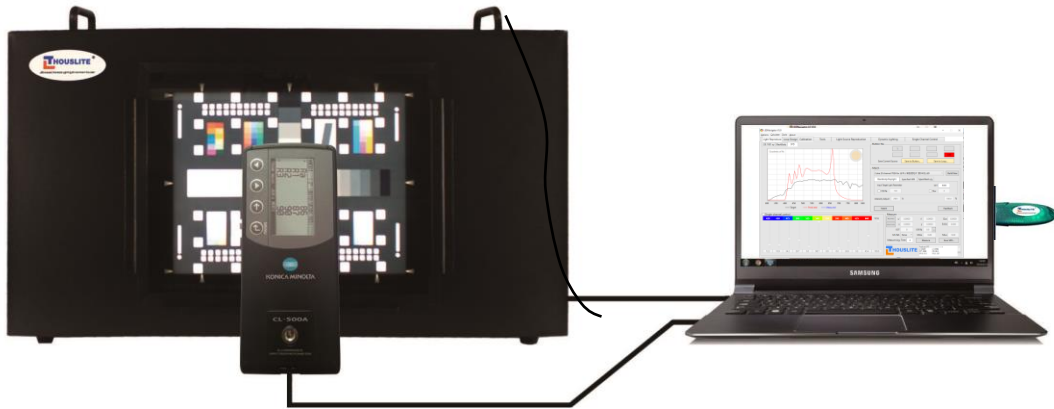
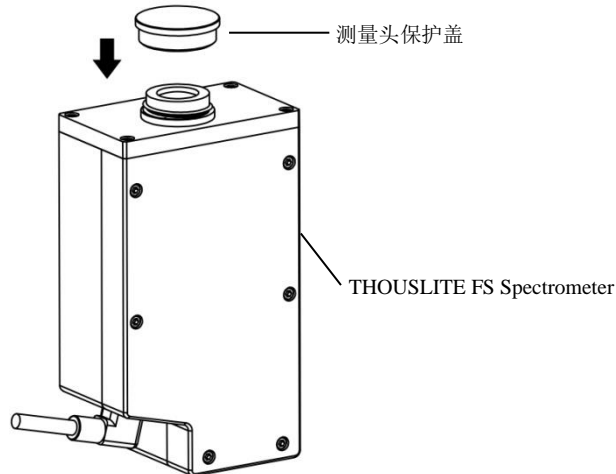

图 3.5. 推荐的系统设置
图 4.9. THOUSLITE FS 校准时需旋上保护盖
- 连接 **THOUSLITE FS 光谱照度计** 时，软件打开后首次点击 *Measure* 会提示先进行暗场校准，此时请旋上测量头保护盖，见图 4.9，然后进行暗场校准；校准完成后，将光谱照度计放置于 LEDTrans 出光面前，与图 3.5 类似。
- 当连接 **Konica Minolta CL500A** 时，无需校准，将其直接放置于 LEDTrans 出光面前，与图 3.5 类似。